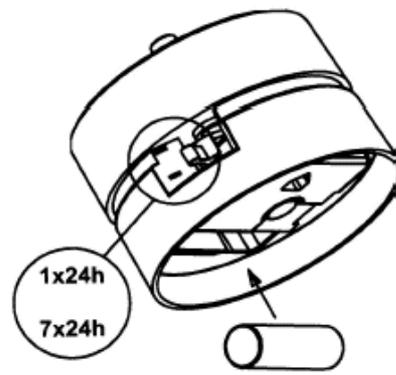

Bild 12
5.4.2 Installation einer neuen Batterie (Bild 12) (Standardbatterie LR6 / AA 1,5 V)